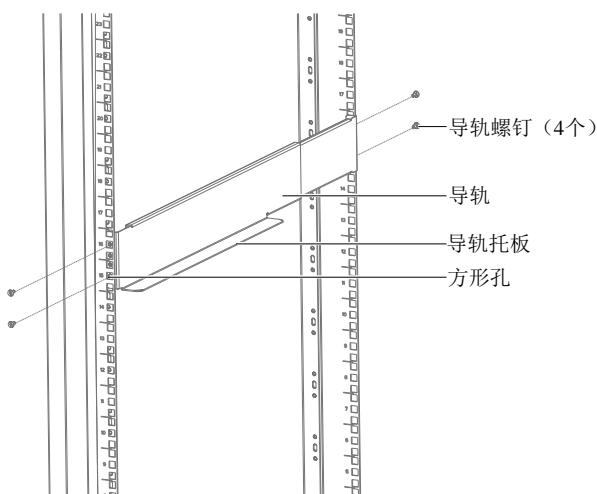

图2-13 安装导轨
3) 将导轨的安装孔对准机架方形孔,用所附的导轨螺钉(共 8 个)将导轨固定在机架上,左右导轨各需 4 个导轨螺钉,如图 2-13 所示。